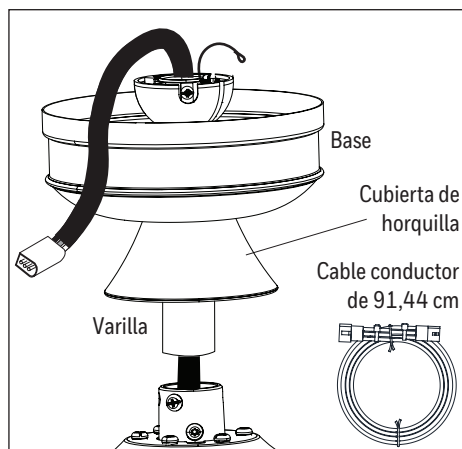

Figura 3.2
2. Introduzca la varilla a través de la base y la cubierta de la horquilla. Pase los cables y cable trenzado desde el ensamblaje del motor a través de la varilla. Según la longitud de la varilla que utilice, es posible que tenga que utilizar el cable conductor de 91,44 cm para alojar una varilla de 91,44 cm o 121,92 cm (se venden por separado). Cuando sea necesario, conecte el conector de 3 clavijas que se extiende desde el centro de la varilla a un extremo del cable conductor de 91,44 cm. **Nota:** la varilla que se incluye con este ventilador no utilizará el cable conductor de 91,44 cm (Figura 3.2).